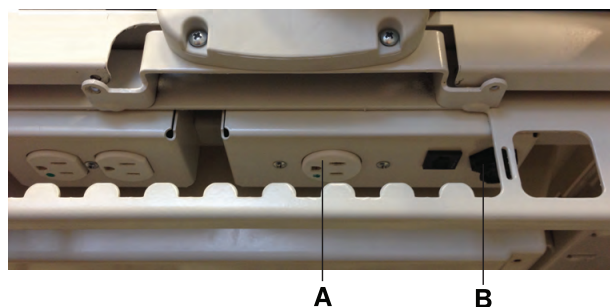

Figure 2-35 : Prise du connecteur de matelas auxiliaire
2. Raccorder le câble d'intégration de la surface de soutien au connecteur de matelas auxiliaire (B) (Figure 2-35 à la page 2-59).
3. Brancher le cordon d'alimentation de la surface de soutien sur la prise du connecteur de matelas auxiliaire (A) (Figure 2-35 à la page 2-59).